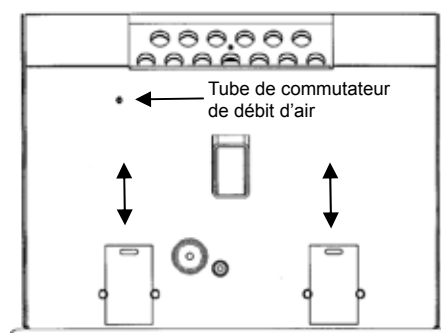

FIGURE 18
b. **Chambres intérieures** – les deux portes pour cendres dans la chambre de combustion du Breckwell Big E peuvent s'enlever pour un nettoyage périodique (Référez-vous à la figure 18). Ces portes donnent accès à la chambre entourant la chambre de combustion.